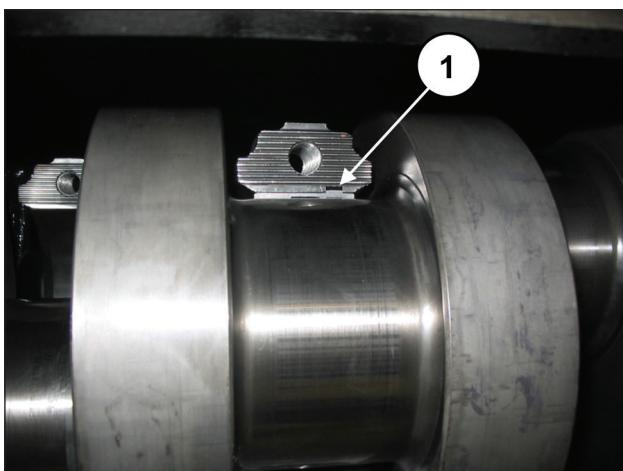

Fig. 58
Per un corretto montaggio dei semicuscinetti assicurarsi che la linguetta di riferimento dei semicuscinetti venga posizionata nell'apposito alloggiamento sulla semibiella (pos. ①, Fig. 58).